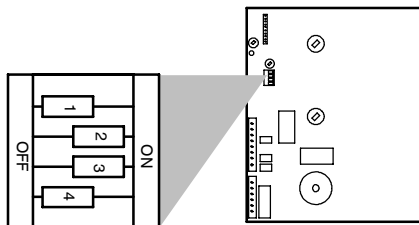

Fig. 6.3
- 10 Positionner le micro-sélecteur "2" (Fig. 6.3) sur OFF pour le gaz Butane et Propane et sur ON pour le gaz Naturel.